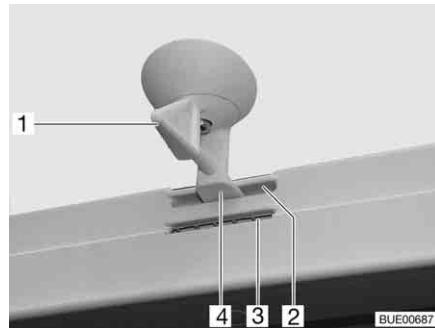
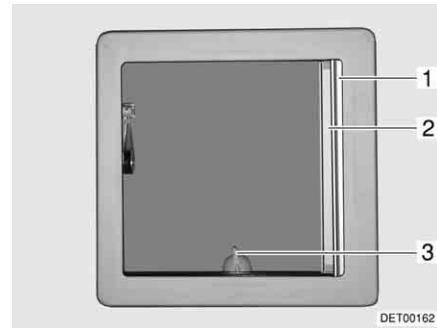

Fig. 79 Oblò inclinabile, bloccaggio
Fig. 80 Oblò inclinabile
- Ruotare la leva (Fig. 79,1 o Fig. 80,3) di un quarto di giro.
- Girare la leva di un quarto di giro. Il bloccaggio (Fig. 79,4) deve entrare nella feritoia inferiore (Fig. 79,3).
- Girare la leva di un quarto di giro. Il bloccaggio (Fig. 79,4) deve entrare nella feritoia superiore (Fig. 79,2).
Chiusura: ■ Tirare la tendina oscurante pieghevole (Fig. 80,1) fino alla posizione desiderata e rilasciare. La tendina oscurante pieghevole rimane in questa posizione.
Chiusura: ■ Estrarre la zanzariera a rullo (Fig. 80,2) fino a quando non scatta il bloccaggio dalla parte opposta.